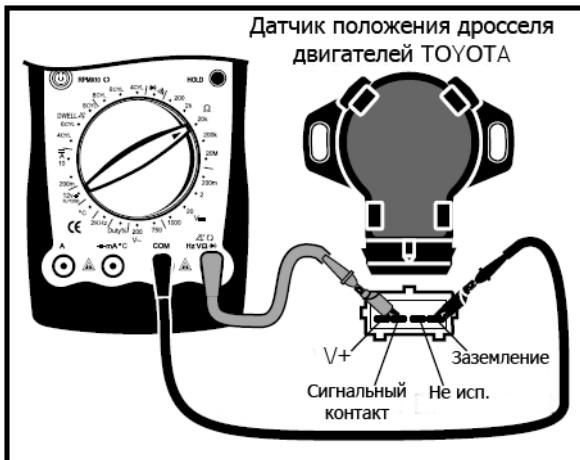

Рис. 21
- (1) Аналогично описанию измерения сопротивлений.
- (2) Когда общая температура нагревающегося датчика повысится, его сопротивление понизится. Тепловое сопротивление температурного датчика автомобильного двигателя обычно меньше 300Ω .
3. Датчик положения (См. рис. 21)